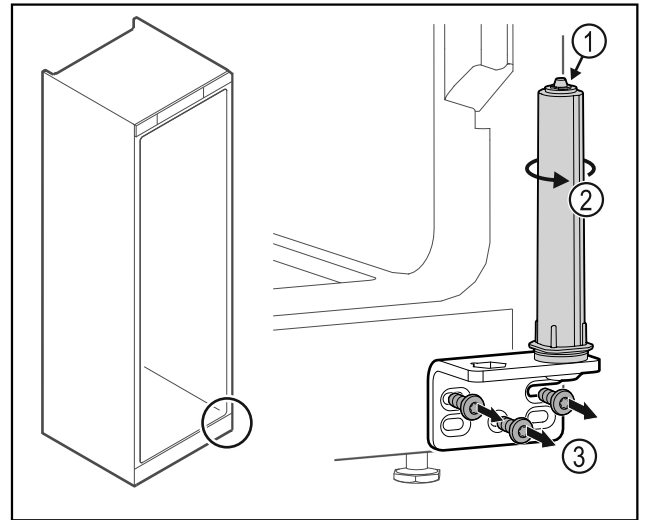

Fig. 34
▶ Не розбирати систему закриття дверей Fig. 34 (1).
- ▶ Повертати систему закриття Fig. 34 (2) до клацання.
- ▶ Відкрити шарнірний кутик Fig. 34 (3).